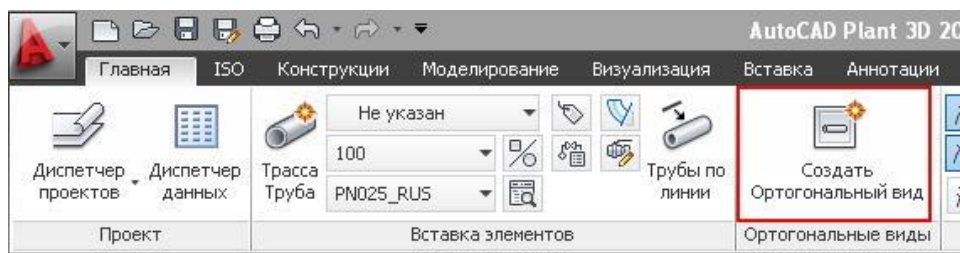

Рис. 118
- На ленте на вкладке **Главная** нажмите **Создать ортогональный вид** (Рис. 118).